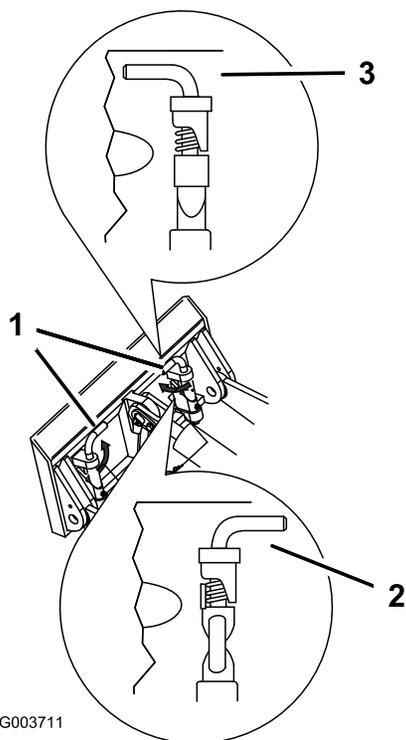

図 16
7. クイック取り付けピンを取り付けプレートにはめ込み、確実にハマっていることを確認する 図 16。